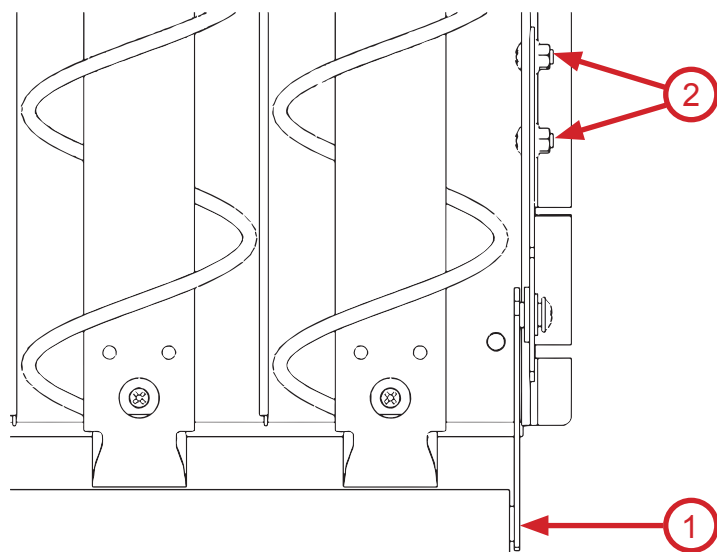

Рисунок 61 - Установка ограничителя
Для высоких бутылок или банок предусмотрен дополнительный механизм от случайного выпадения и застревания товара, находящегося ближе к витрине - ограничитель бутылок (5) с комплектом крепления (см.рис.61).